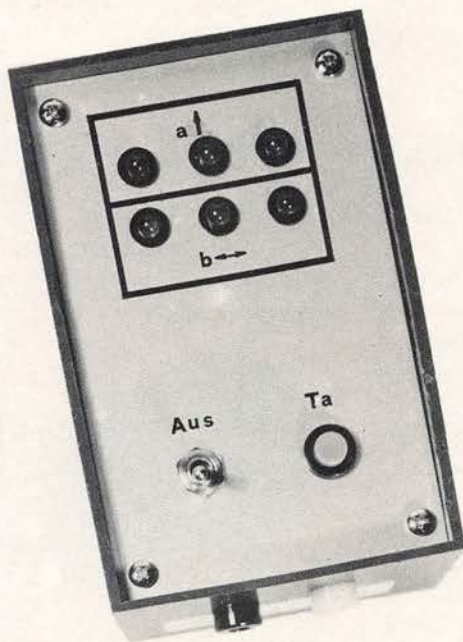
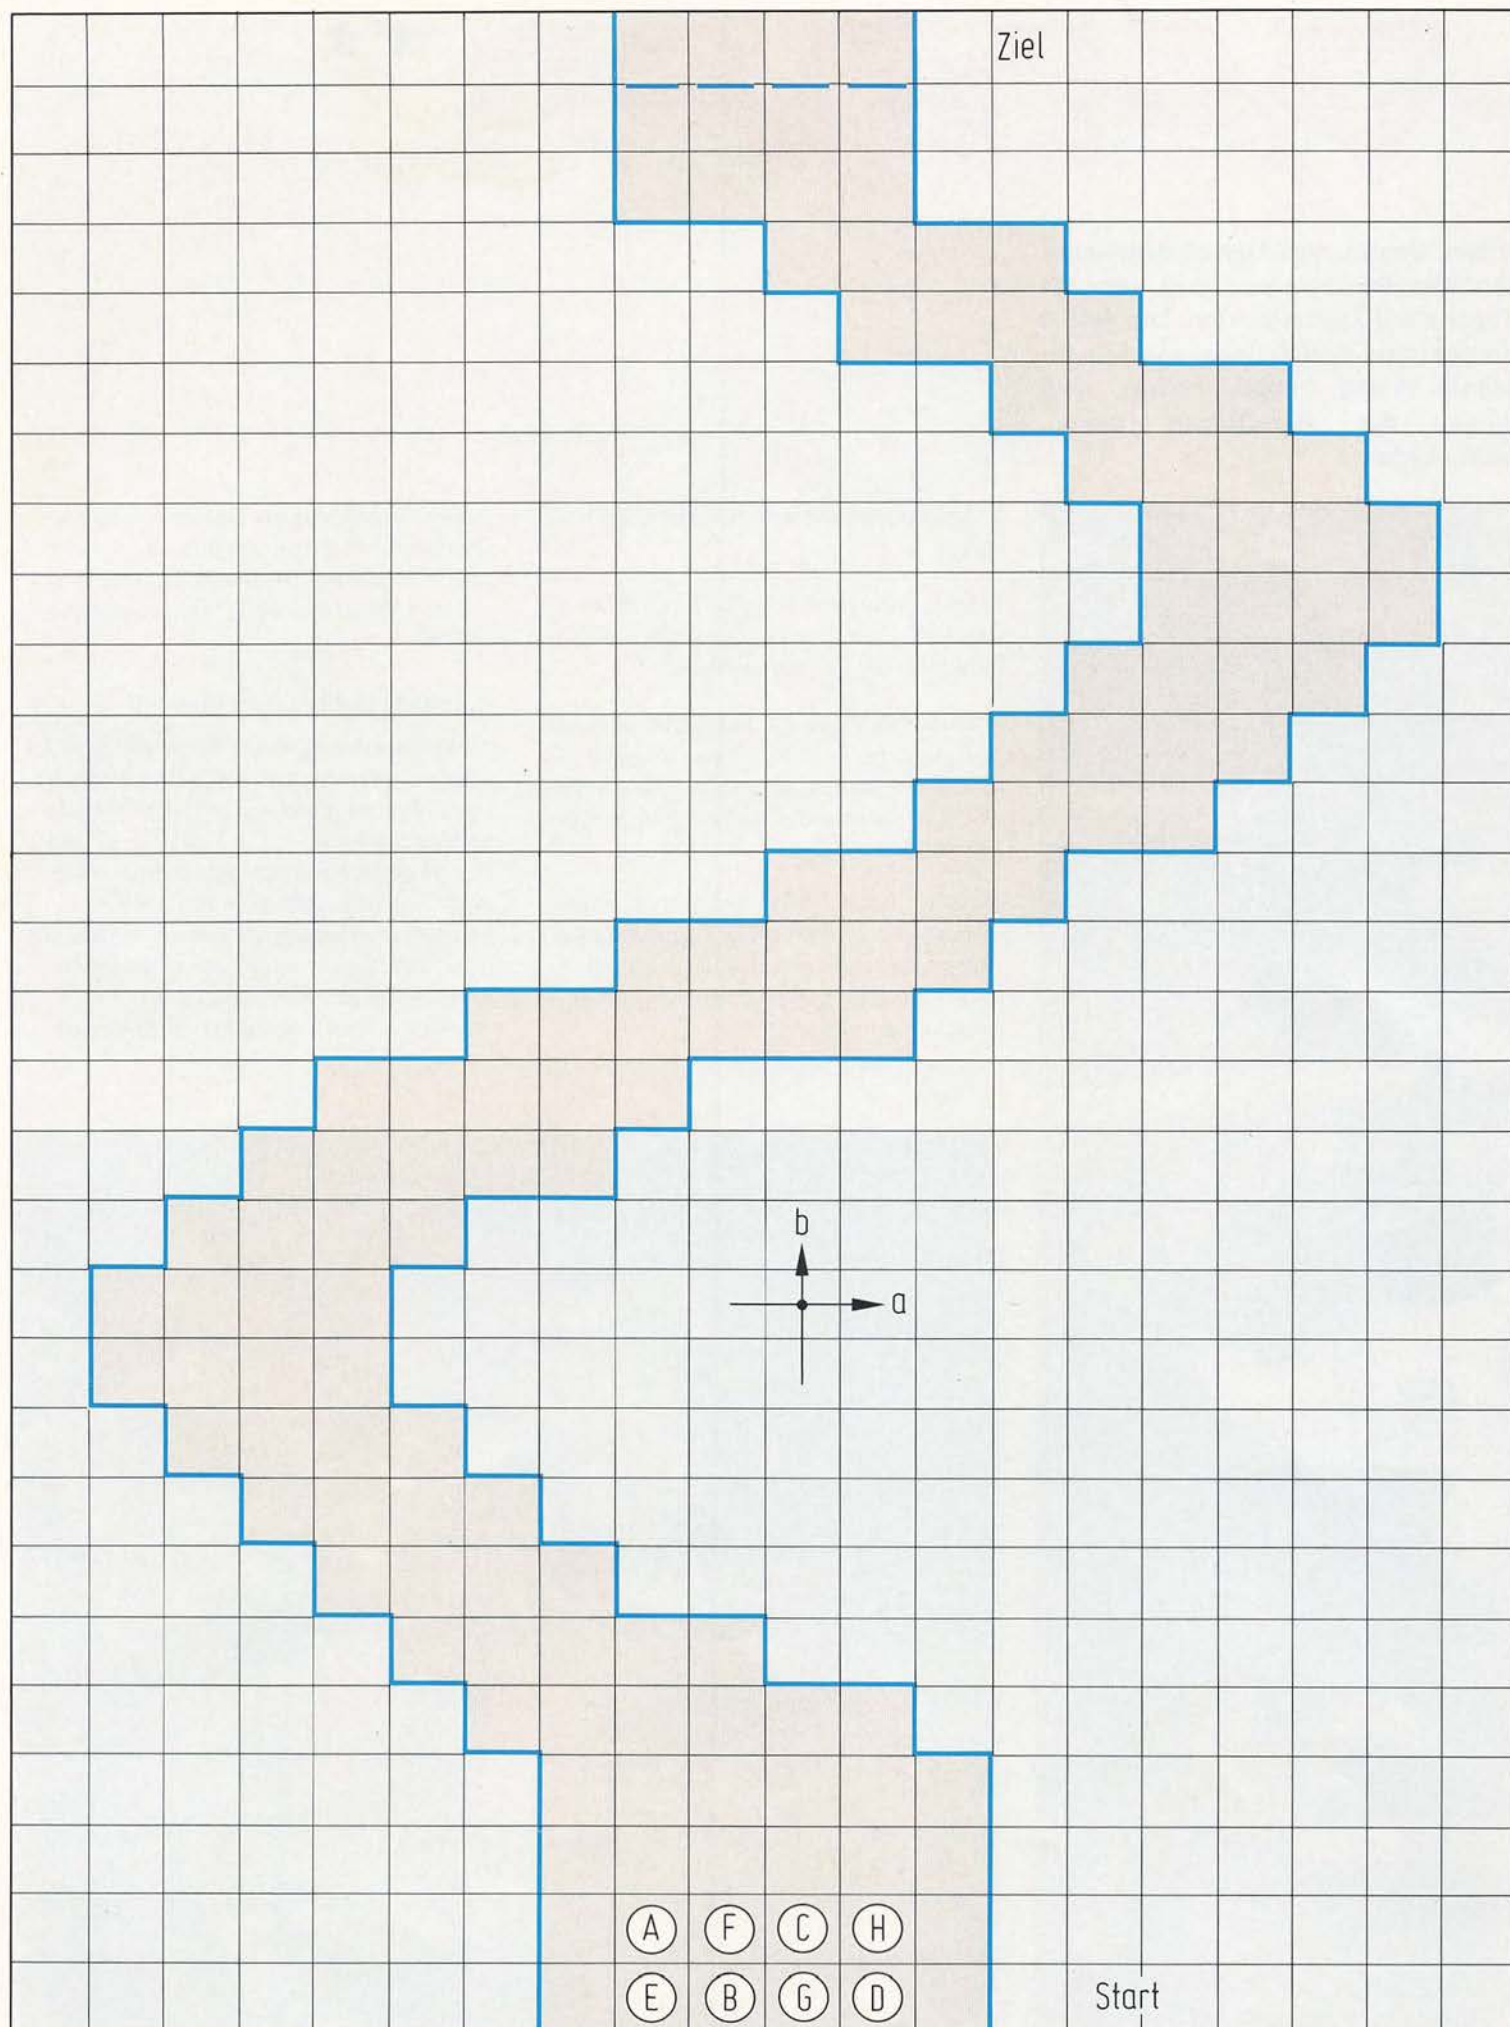

Bild 1: Mustergerät im Teko-Gehäuse.
Bild 2: Spielfeld des Formel-1-Rennens.
2. Der Würfel zeigt zwei Ziffern an (a und b auf Bild 1); dies bedeutet, daß jeder Zug aus jeweils einer Vorwärts- und einer Seitwärtsbewegung auf dem Spielplan besteht (Bild 2). Welche der beiden Anzeigeziffern der Spieler als Vorwärts- und welche er als Seitwärtsbewegung wählt, bleibt ihm freigestellt. Ebenso kann er auch frei entscheiden, mit welchem Fahrzeug er ziehen möchte. Er muß jedoch mit diesem Fahrzeug beide Bewegungen ausführen.
scheinen. Hierzu wird die Spielfigur waagrecht auf das dem Fahrbahnrand am nächsten liegende freie Feld gesetzt (Bild 2). Dieses gilt bereits als Zug. Nr. 6 der ersten Spielregeln entfällt.